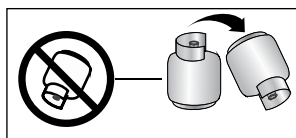

Figura 50
- Cuando el cilindro de gas se agota, no lo invierta tratando de obtener un poco más de gas, porque en el fondo se van sedimentando suciedades, solventes con arena, que al pasar a las válvulas las rayan quitándoles la grasa lubricante, dando lugar a escapes posteriores (Ver figura 50).